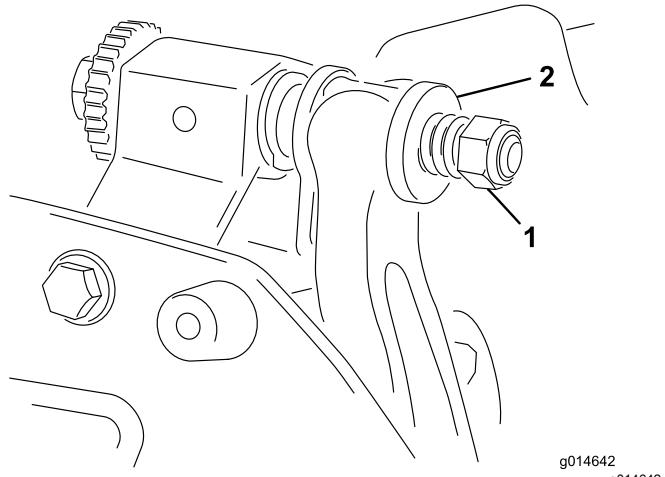

Figure 21
- Serrez l'écrou de tension du ressort jusqu'à ce que les spires soient jointives, puis desserrez-le de 1/2 tour (Figure 21).